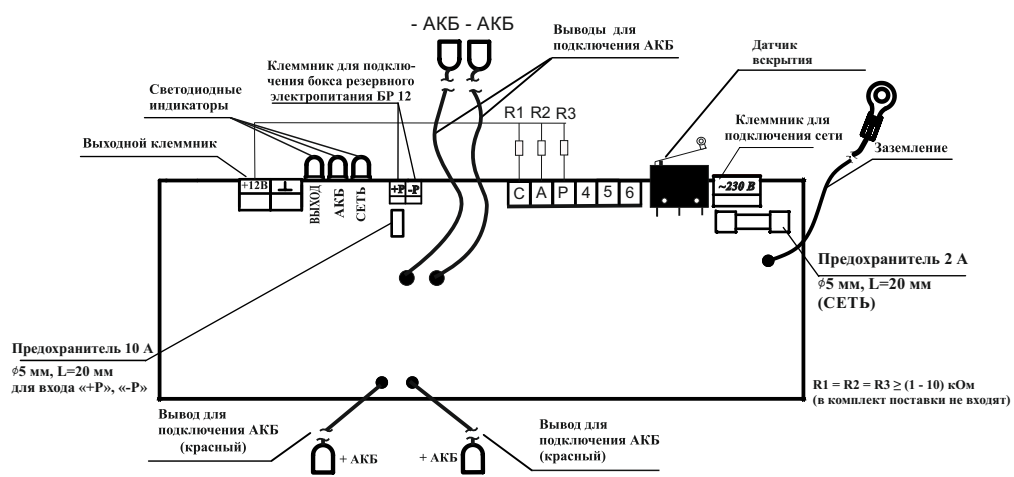

Рисунок 1 - Плата источника
При закрытии крышки источника питания срабатывает концевой выключатель, который производит изменение состояния на клеммах «4», «5» и «6» (см. рисунок 1). При нажатии рычага концевого выключателя контакты «4» и «5» замкнуты, а «4» и «6» разомкнуты. При открытой крышке контакты «4» и «5» разомкнуты, а «4» и «6» замкнуты.
6.3 Подключение источника (см. рисунок 1) производить в следующей последовательности: